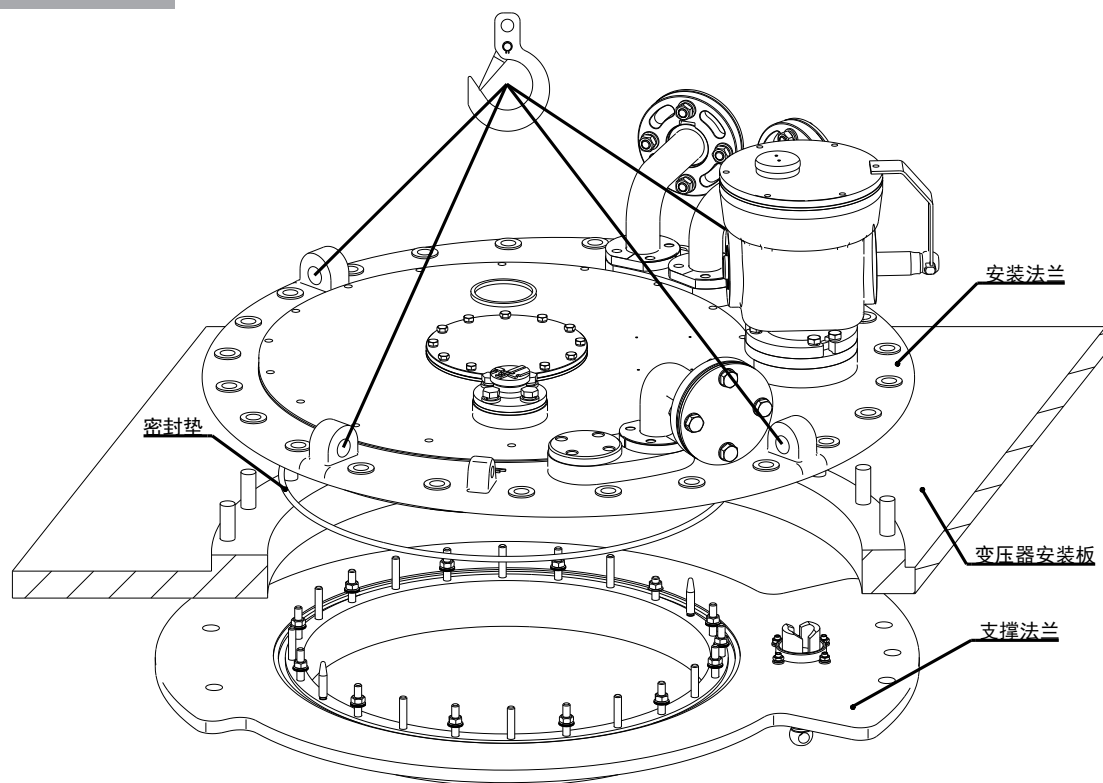

图 5-14 开关顶部各法兰与变压器箱盖对应示意图
4. 通过起吊方式将头部法兰掉至分接开关上。要确保支撑法兰所有螺杆在开关固定孔准确定位（见图 5-14）。